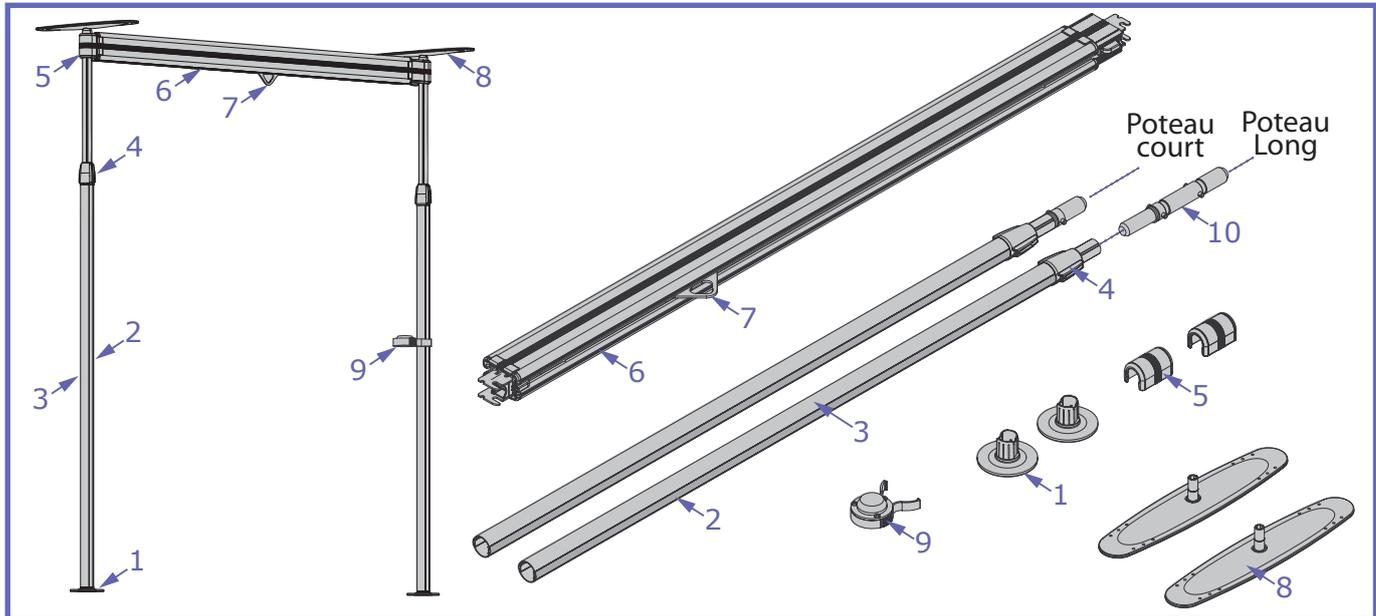
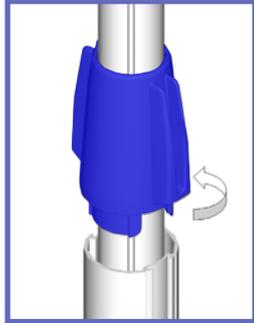

Fig. 1
Fig. 15
- 3) Placer une plate-forme ronde (voir la Fig. 1 - Article № 1) sur le sol à l'endroit où vous souhaitez placer le premier poteau du système *EASYTRACK*.
- 4) Retirer l'un des poteaux hors de la boîte. Tourner le poteau vers le haut. Placer le niveau à clip (voir Fig. 1 - Article № 9) sur le poteau à environ la hauteur de la taille.
- 5) Pour les ensembles à poteau long, retirer une extension de poteau (voir la Fig. 1 - Article № 10) hors de la boîte et l'insérer sur le poteau jusqu'à ce qu'elle s'enclenche.
- 9) Soulever la poignée de verrouillage bleue depuis la partie inférieure du poteau, (voir la Fig. 1 - Article № 4). En vous servant de la pièce bleue comme poignée, tourner le poteau tel qu'indiqué à la Fig. 15 :